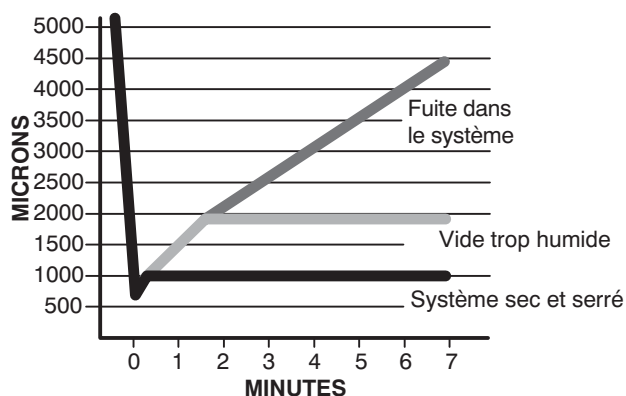

Figure 28 – Schéma du vide poussé
7. Procédez à l'évacuation en utilisant soit la méthode du vide poussé, soit la méthode d'évacuation triple (voir Figures 28 et 29).
La méthode du vide poussé nécessite une pompe à vide capable de tirer une dépression de 500 microns et un manomètre à vide capable de mesurer avec précision ce vide. La méthode du vide poussé est la meilleure méthode pour vous assurer qu'un système est exempt d'air et d'eau à l'état liquide (consultez la figure 28).